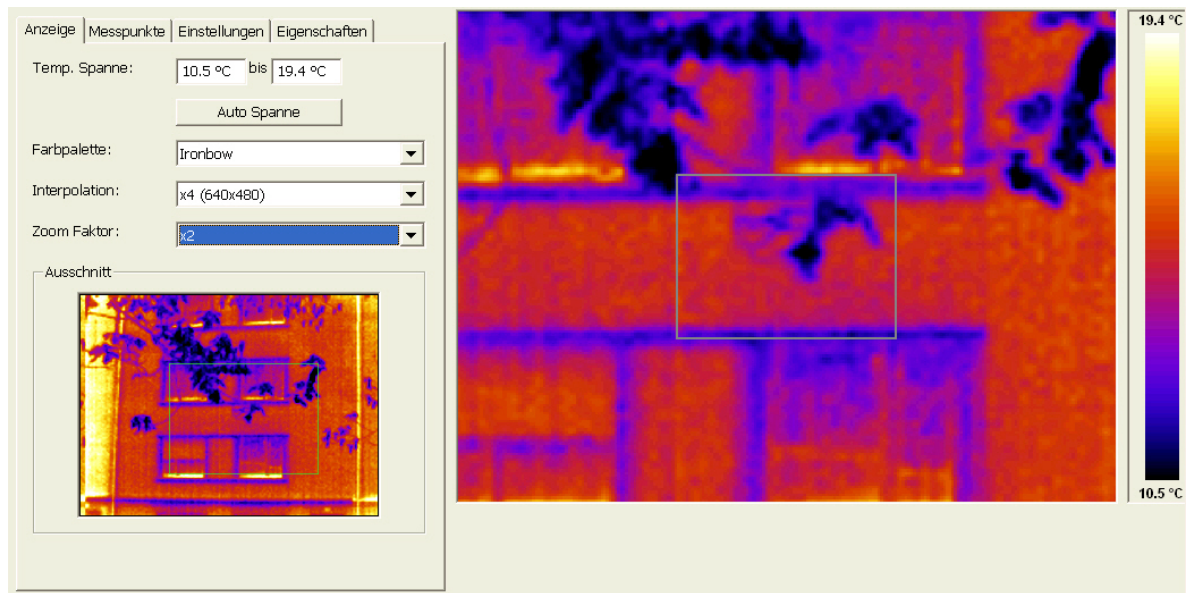
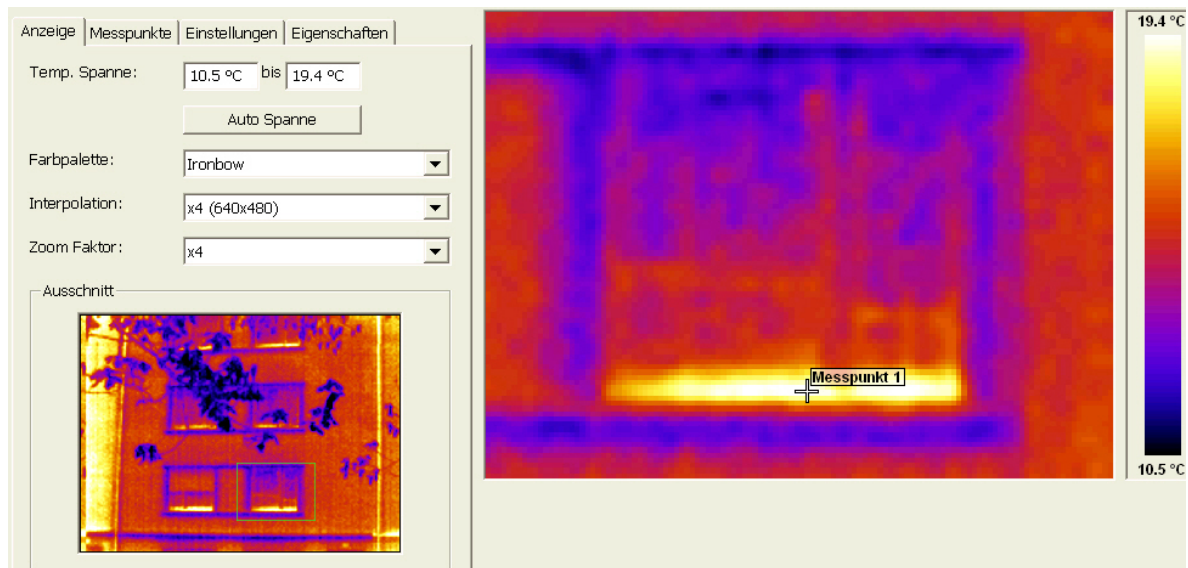

Abbildung 36: Bereich selektieren
Abbildung 40: Untermenü Anzeige
- 6)  Bereich selektieren – Ein- und Ausblenden eines rechteckigen Bereichs über der Bildmitte. Die Höchst-, Mindest- und Durchschnittstemperaturen für diesen Bereich werden dann in der Messpunktliste angezeigt und ermöglichen eine Messung auf der Grundlage einer Bereichsanalyse. Die Position des Bereichs kann zusammen mit der Zoom- und Ausschnittsfunktion verlagert werden (siehe Abbildung 36). Weitere Informationen über die Funktionen Zoom und Ausschnitt sind in der Abbildung 40 enthalten.